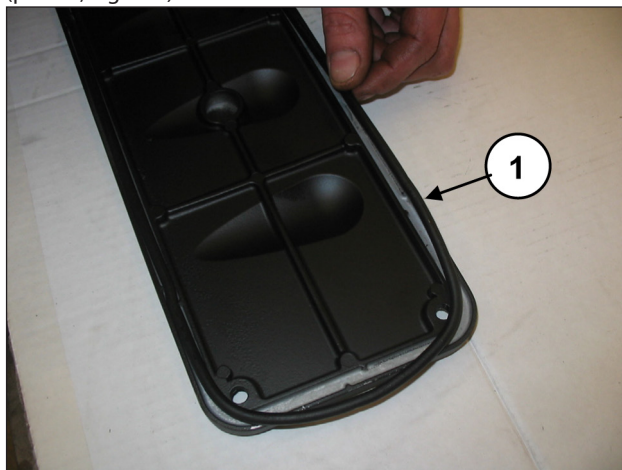
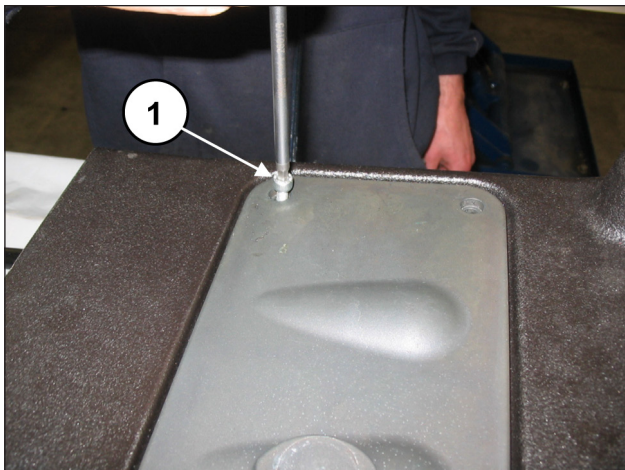

Fig. 102
Fig. 103
Sui due coperchi ispezione inserire l'O-ring (pos. ①, Fig. 102) e montare i coperchi mediante l'utilizzo di 4+4 viti M6x14 (pos. ①, Fig. 103).